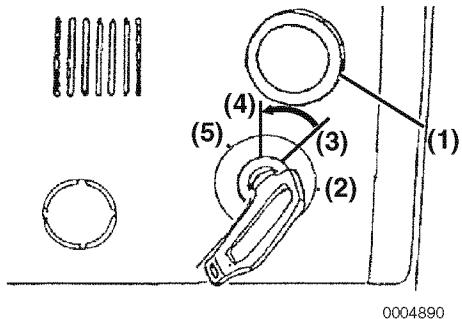

Figure 13
5. Mettere su ON la chiave di accensione (**Figure 13, (3)**). Durante l'avviamento il suono dell'allarme e le spie accese sono normali.
6. Quando si preme il pulsante STOP (**Figure 13, (1)**), ruotare la chiave sulla posizione START (**Figure 13, (2)**).
8. Ruotare la chiave sulla posizione OFF (**Figure 13, (4)**). L'avviamento del motore si interrompe.